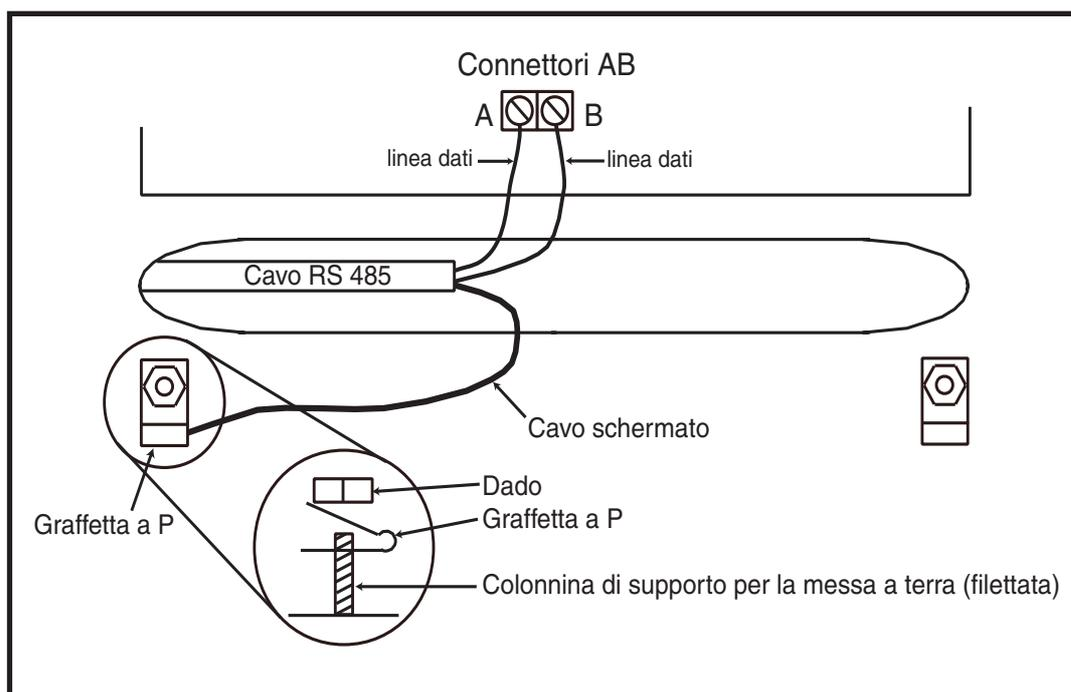

Figura 2-8. Collegamento di un cavo schermato mediante una graffetta a P
3. Il cavo utilizzato per collegare la linea RS485 (AB) deve essere un doppino schermato (n. parte **W002**). Questa impostazione Vale a dire un CAT5 o un Belden 8723 equivalente.
4. Il doppino schermato, ove utilizzato, viene collegato alla colonnina di supporto per la messa a terra della centrale Galaxy mediante la graffetta a P e il dado forniti (fare riferimento alla Figura 2-8).